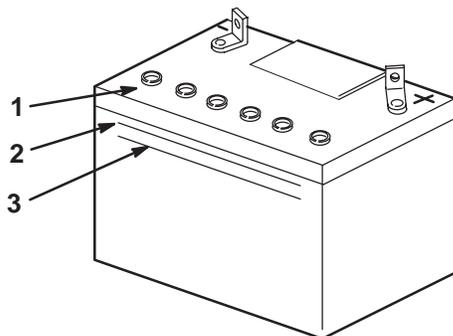

Figure 66
2. Observez le côté de la batterie. Le niveau de l'électrolyte doit atteindre le trait **supérieur** (Fig. 66). Ne laissez pas l'électrolyte descendre en dessous du trait **inférieur** (Fig. 66).
3. Enlevez les bouchons d'aération de la batterie (Fig. 66).
4. Versez lentement de l'eau distillée dans chaque élément jusqu'au trait **supérieur** (Fig. 66) sur le côté de la batterie.
5. Attendez cinq à dix minutes après avoir rempli les éléments. Ajoutez de l'eau distillée au besoin, pour amener le niveau au repère **supérieur** (Fig. 66) sur le côté de la batterie.